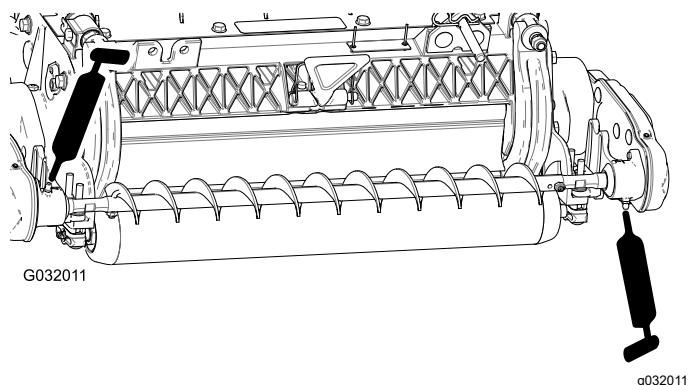

图 18
- 用 2 号通用型锂基润滑脂润滑每个滚筒刷轴承座上的黄油嘴 图 18。擦掉多余的润滑脂尤其是防尘圈周围。